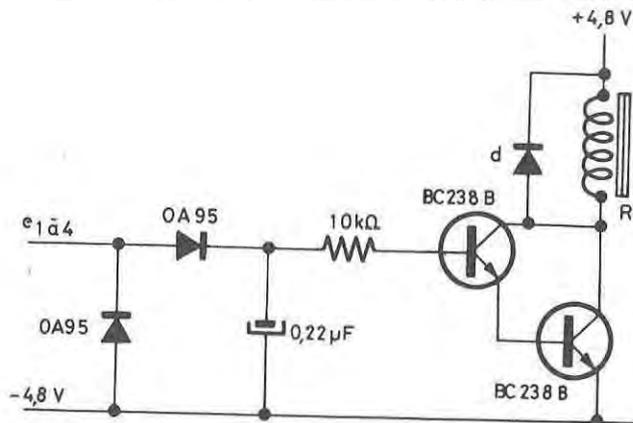

Fig. IV.13 — Schéma du circuit de commande d'un des quatre relais.
1. Le schéma (voir fig. IV.13)
— On peut aussi figoler une dernière fois, le réglage des filtres BF. Le mieux est de retoucher les ajustables en cherchant le maximum de tension positive apparaissant aux bornes des condensateurs de $0,22 \mu\text{F}$ de la platine C (voir fig. IV.13). Ce réglage se fait en atelier.